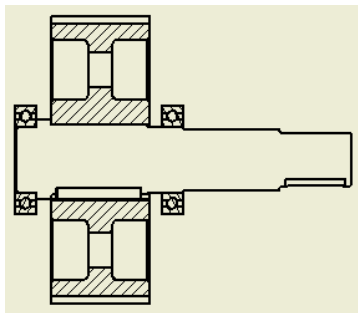

图 12-55 隐藏剖面线后的剖视图
③隐藏部分零件的剖面线。可以看到在创建的剖视图中，所有的零件都进行了剖切。但是有关标准规定，对于紧固件以及轴、连杆、球、键、销等实心零件，若按纵向剖切，且剖切平面通过其对称平面或与对称平面相平行的平面或者轴线时，则这些零件都按照不剖切绘制。在 Inventor 中，可以隐藏或者显示单个零件的剖面线，以可以修改剖面线的形式。在剖视图中，选择平键零件，单击右键，选择打开菜单中的【隐藏】选项，则平键的剖面线被隐藏。按照相同的方法隐藏传动轴零件的剖面线，此时的剖视图如图 12-55 所示。